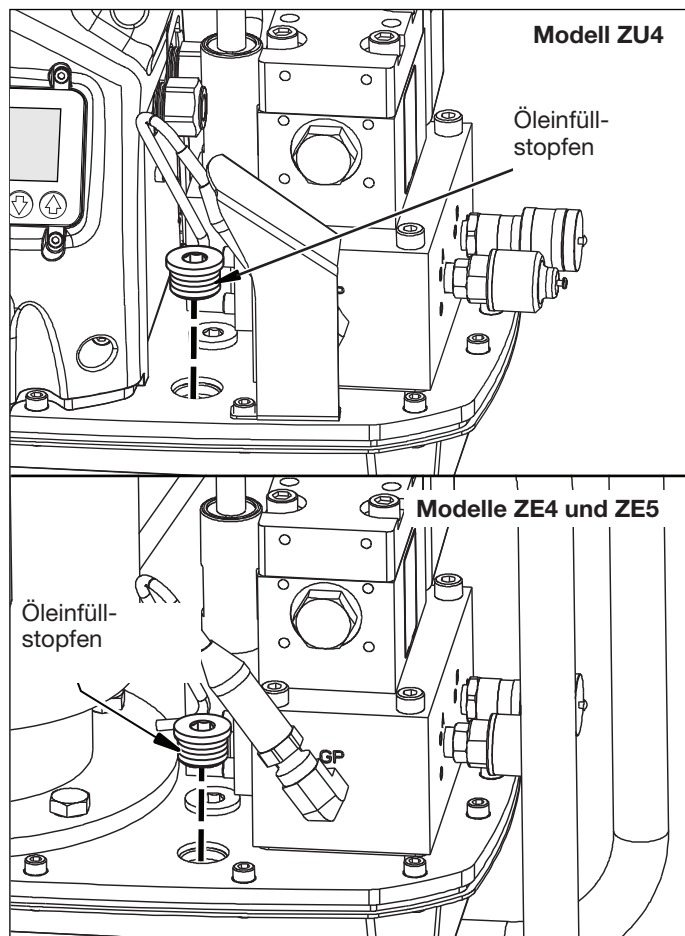
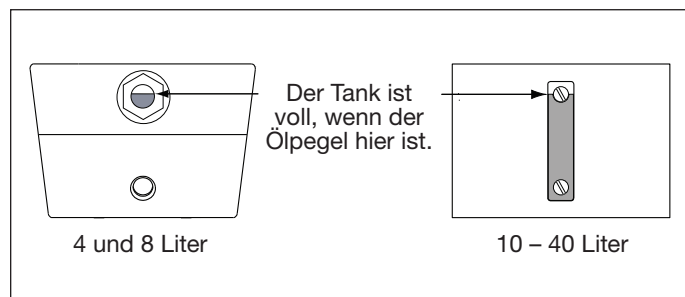

Abb. 3, Öleinfüllstopfen
Abb. 4, Sichtglas des Ölbehälters
4.3 Ölstand (siehe Abb. 3 und 4)
Überprüfen Sie vor dem Starten den Ölstand der Pumpe. Der Behälter ist voll, wenn der Ölstand dem in Abb. 4 entspricht. Entfernen Sie, falls nötig, den Öleinfüllstopfen von der Abdeckplatte, wie in Abb. 3 dargestellt, und füllen Sie Öl nach Bedarf hinzu.